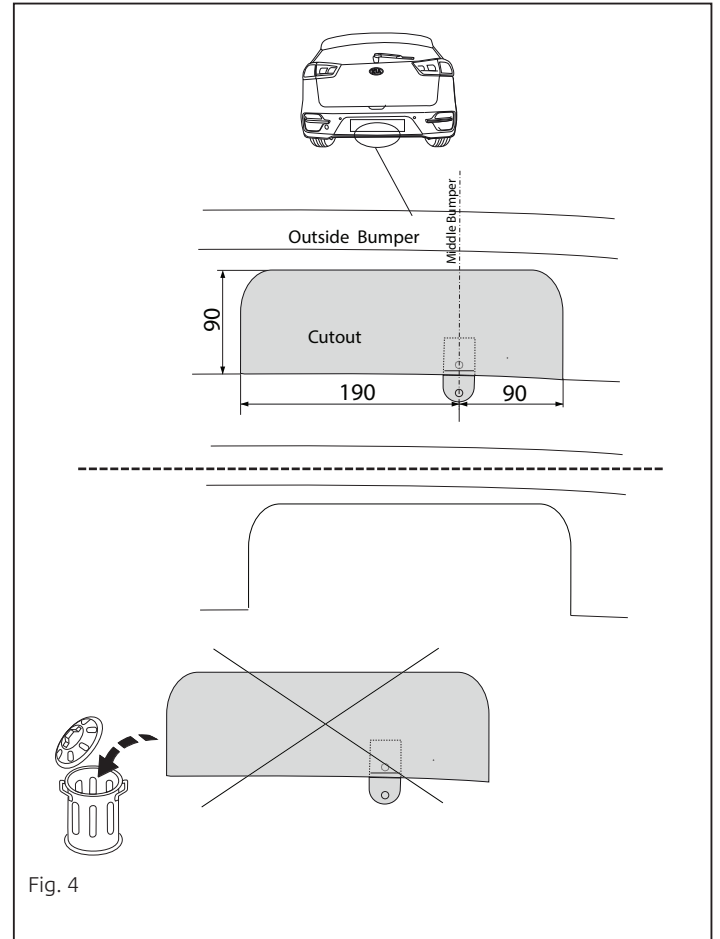

Fig. 4
5. Выпилить часть из бампера в середине снизу, как указано на рис. 4.